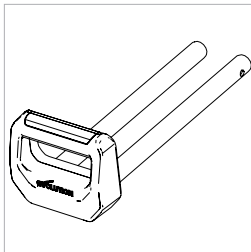

Fig. 4
- Der Schiebescchlitten (**Abb. 4**)